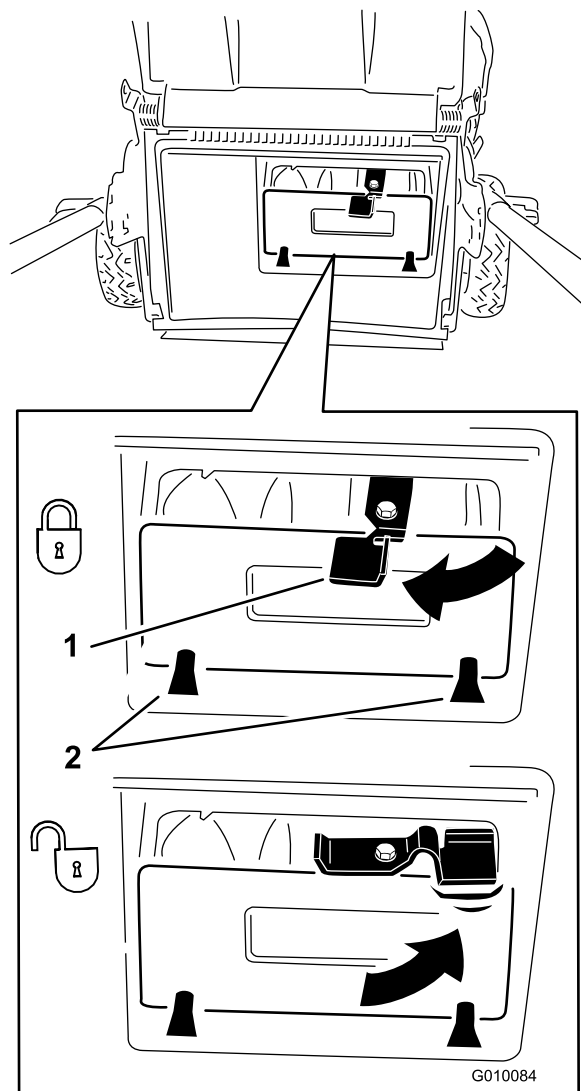
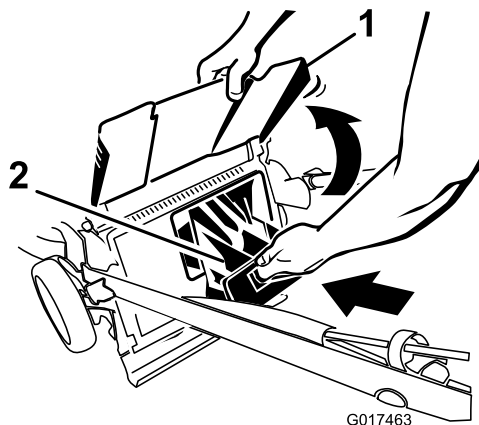

Figure 30
Figure 31
**Important:** Vérifiez que l'obturateur de l'éjecteur arrière est verrouillé en place. Pour verrouiller l'obturateur, appuyez fermement dessus jusqu'à ce qu'il s'enclenche en position derrière les pattes, et tournez le levier situé sur l'obturateur vers la gauche (Figure 30).
**Remarque:** Pour déverrouiller l'obturateur, tournez son levier vers la droite (Figure 30).
**Important:** Vérifiez que l'obturateur de l'éjecteur arrière est verrouillé en place. Pour verrouiller l'obturateur : relevez le déflecteur d'éjection (Figure 31), appuyez fermement sur l'obturateur jusqu'à ce qu'il s'enclenche en position derrière les pattes, et tournez le levier situé sur l'obturateur vers la gauche (Figure 30).